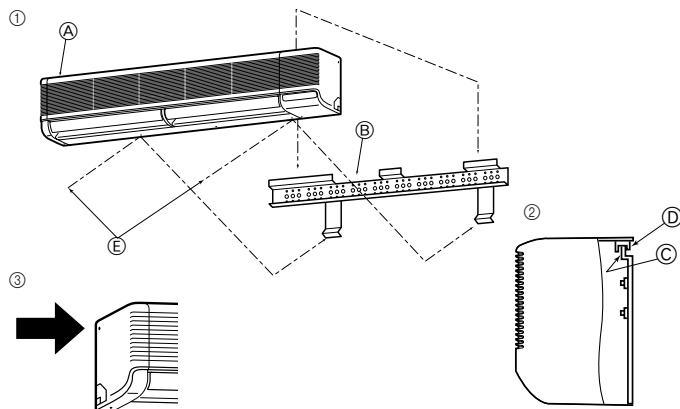

Fig. 3-11
3.4. Montage de l'appareil intérieur (Fig. 3-11)
- ① Veiller à bien suspendre les attaches métalliques de l'appareil intérieur au-dessus des crochets de la structure de montage mural.
- ② Lorsque le raccordement des tuyaux est terminé, utiliser les vis de fixation pour attacher l'appareil intérieur à la structure de montage mural.